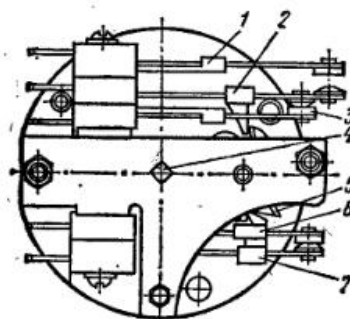

Рис. 109. Реверсирующее реле РВР-6:
**РЕВЕРСИРУЮЩЕЕ РЕЛЕ ТИПА РВР-6.** Для получения прерывисто-реверсивного движения активатора в стиральной машине установлено реверсирующее реле времени РВР-6, на валу которого расположен кулачок 5 (рис. 109), переключающий в необходимой последовательности обмотки электродвигателя привода активатора для создания его реверсивного движения. Реле выполняет одновременно функции задающего устройства и ограничителя продолжительности стирки, как обычное реле времени РВ-6, совмещенное с задающим устройством, состоящим из кулачка и двух контактных групп. Кулачки задающего устройства размыкают контакты 6 и 7 цепи рабочей обмотки электродвигателя привода активатора, обесточивая ее, а затем переключают контакты 1, 2 и 3 цепи пусковой обмотки, меняя направление тока.